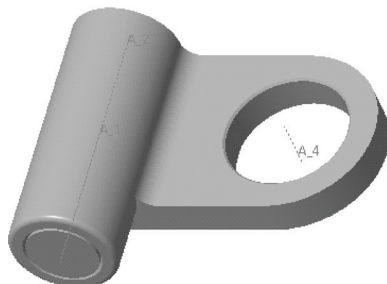

图 11-18 “重合”约束元件
STEP 04 单击“元件放置”选项卡中的“完成”按钮，即可“重合”约束元件，效果如图11-18所示。